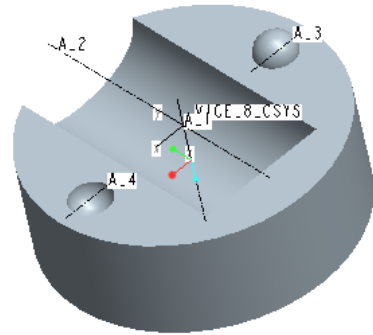

図 6-29 凹凸の半球面形成完了図
- 次に垂直方向の中心線に対して対称となるように、半径 2.5mm の半円を定義する。この部分は図 6-29 のように凹の半球面となるようにする。